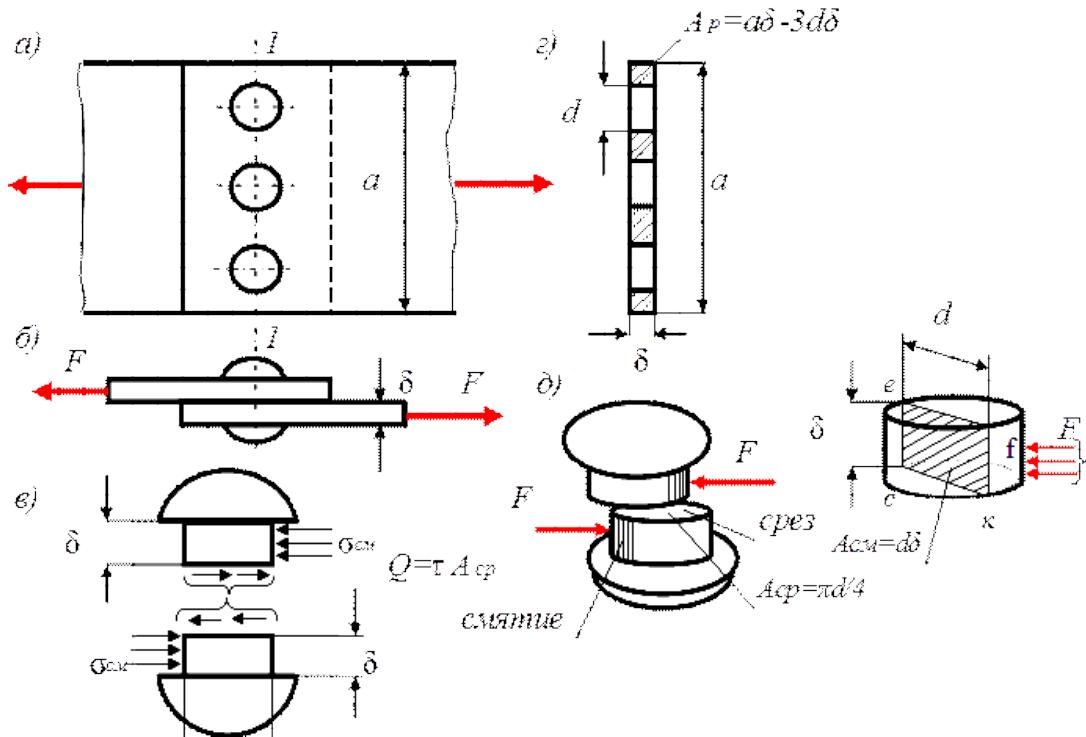

Рис. 1. Заклепочное соединение внахлестку
*Пример.* Определить напряжение растяжения, вызываемое силой  $F = 30$  кН в ослабленном, тремя заклепками сечении стальных полос, а также напряжения среза и смятия в заклепках. Размеры соединения: ширина полос,  $a = 80$  мм, толщина листов  $\delta = 6$  мм, диаметр заклепок  $d = 14$  мм (рис. 1).
Максимальное напряжение растяжения возникает в полосе по сечению 1-1 (рис. 1,а) ослабленному тремя отверстиями под заклепки. В этом сечении действует внутренняя сила  $N$ , равная по величине силе  $F$ . Площадь поперечного сечения показана на (рис. 1, г) и равна  $A_p = a \cdot \delta - 3 \cdot d \cdot \delta = \delta \cdot (a - 3d)$ .
Срез вызывается действием двух равных внутренних сил  $Q = \int_{(A)} \tau_{ср} dA$ , направленных в противоположные стороны, перпендикулярно оси стержня (рис. 1,в).
Площадь среза одной заклепки равна площади круга  $\frac{\pi \cdot d^2}{4}$  (рис.1,д), площадь среза всего сечения  $A_{ср} = n \cdot \frac{\pi \cdot d^2}{4}$ , где  $n$  – число заклепок, в данном случае  $n = 3$ .
На стержень заклепки давление со стороны отверстия в листе передается по боковой поверхности полуцилиндра (рис. 1, д), высотой, равной толщине листа  $\delta$ . С целью
упрощения расчета за площадь смятия вместо поверхности полуцилиндра условно принимают проекцию этой поверхности на диаметральную плоскость (рис. 1,е), т.е. площадь прямоугольника  $efsk$ , равную  $d\delta$ .